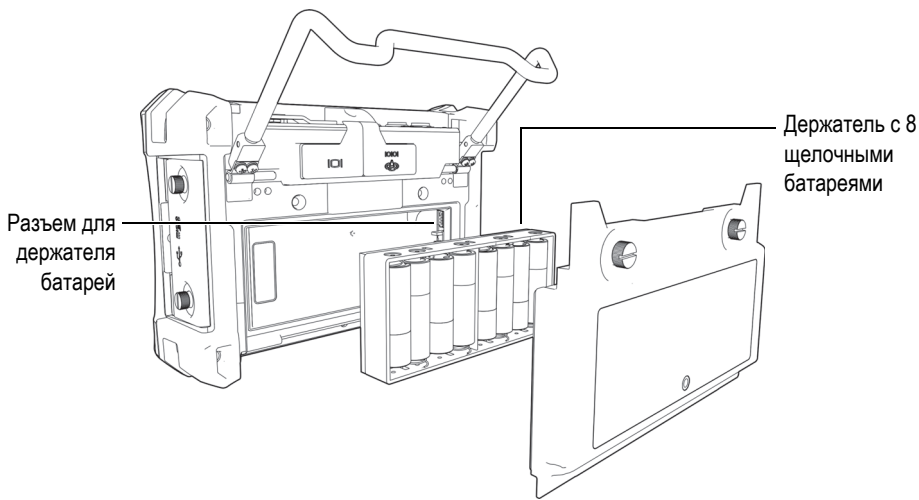

Рис. 1-12 Держатель щелочных батарей
6. Поместите щелочные батареи в аккумуляторный отсек (см. Рис. 1-12 на стр. 32).